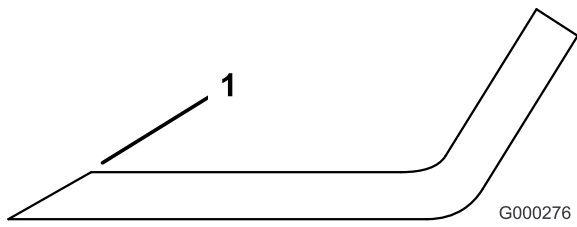

Figura 47
- Utilice una lima para afilar el filo de corte en ambos extremos de la cuchilla (Figura 47). Mantenga el ángulo original. La cuchilla permanece equilibrada si se retira la misma cantidad de material de ambos bordes de corte.